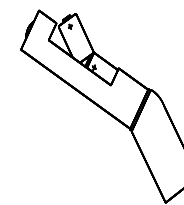

Abbildung 8
5. Schieben Sie die zweite Batterie mit dem (+) Zeichen nach oben nach. (Abb. 8)